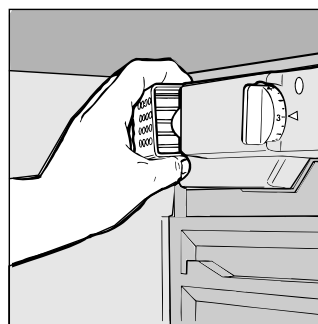

Fig. 2
- Cómo cambiar la bombilla interior: En la parte trasera de la caja termostato está situada la bombilla de alumbrado interno. En caso de tener que reemplazarla, desenrosca la bombilla agotada y sustitúyala con otra cuya potencia no sea de más de 15 W actuando según se indica en la fig. 2.